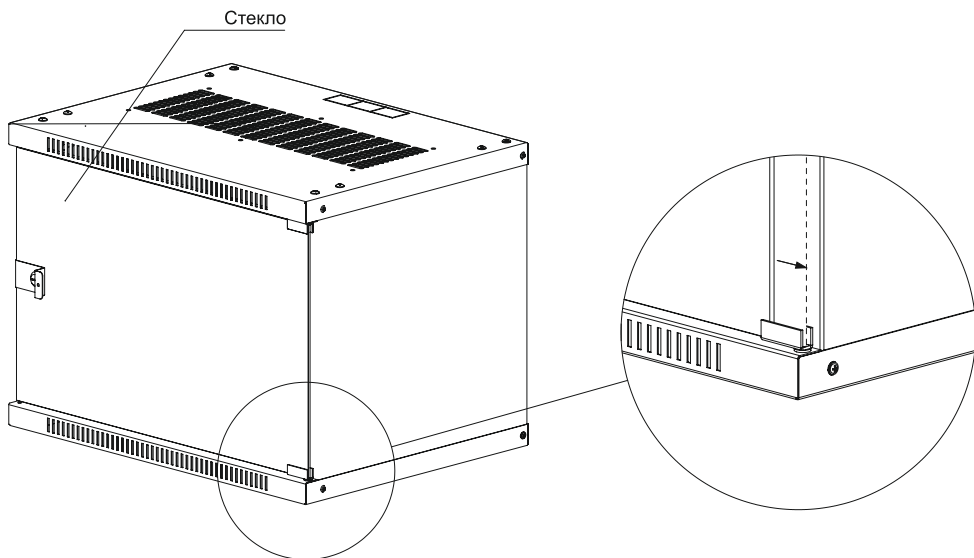

Рисунок 4
4.3.3.2 При установке стеклянной двери, в случае возникновения трудностей с закрыванием, произведите регулировку положения стекла по горизонтали: ослабьте крепления петель, переместите стекло ближе к наружной плоскости боковой рамы и повторно попробуйте закрыть дверь (Рисунок 4).